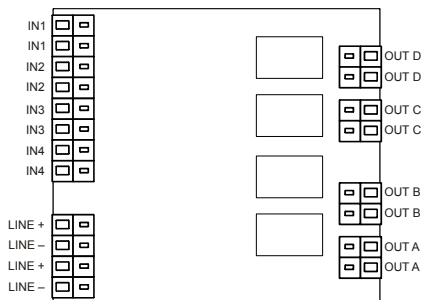

Рис. 8
1. Подключите кабели к клеммам (рис. 8).